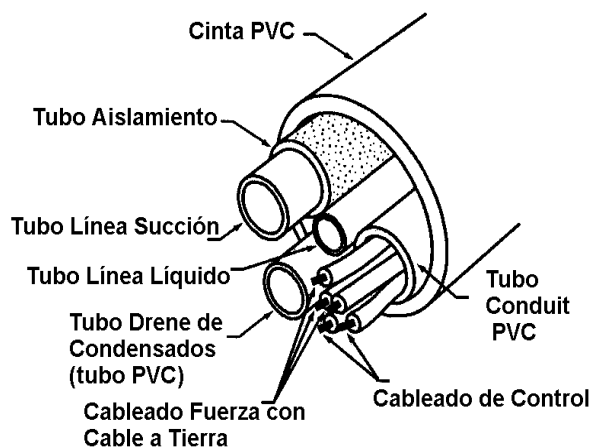

Figura 16
5. Después de terminar la instalación de las líneas de refrigerante, del cableado y de las conexiones de drene, únalos todos en un solo haz utilizando cinta a intervalos de 100 o 200 mm (4" a 8"). Asegúrese de que el tubo de drene se encuentre en la parte inferior del haz de tubos. Ver Figura 16.